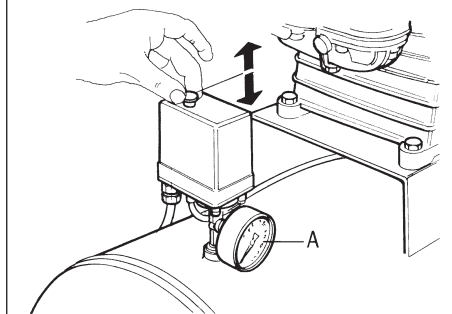
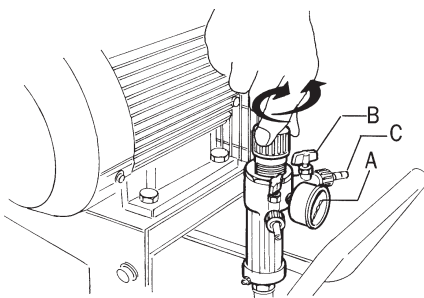

fig. 3
fig. 6
- controleer of de rode drukknop op de pressostaat in de rustpositie "OFF-0" (*fig. 3*) staat.
Om de compressor uit te doen dient men de drukknop in de stoppositie "OFF - 0" naar beneden te duwen (*Fig. 3*).
■ Bij compressoren met een drukregelaar de gewenste druk afstemmen door de regelingsknop (Fig. 6), als volgt te bedienen: bij regelaars met handvatten die op de gewenste druk geblokkeerd kunnen worden,
moet men er zeker van zijn dat het handvat vrij en niet geblokkeerd is, voor men begint het handvat voor de regeling te draaien; anders moet men het vrijmaken door het naar boven te trekken totdat men de "klik" heeft overschreden die het blokkeert. De regelingshandvatten laten de uitgangsdruk stijgen wanneer men naar rechts en dalen wanneer men naar links draait. Bij regelaars met kranen mag het openen en het sluiten van het lucht absoluut niet plaatsvinden door het slagklepje van de kraan met tangen of gereedschappen te bewerken zodat het slagklepje B zelf zou kunnen breken (Fig. 6); onder normale omstandigheden vervult de kraan zijn functie zonder bijzondere moeite. Er bestaan twee drukregelaarfamilies waarvan de maximale bedrijfsdruk respectievelijk 8 en 10 bar is, hogere drukken brengen de normale werking in gevaar. De gebruiksdrukwaarde zal op de manometer A (Fig. 6), aangegeven staan terwijl de op de manometer A (Fig. 3) afgelezen druk de interne druk van het reservoir zal zijn.
- De buis van het apparaat dat men wil aansluiten, aansluiten op luchtuitgangskraan C (Fig. 6) en de kraan openen. Nadat men de compressor heeft gebruikt, de kraan sluiten.